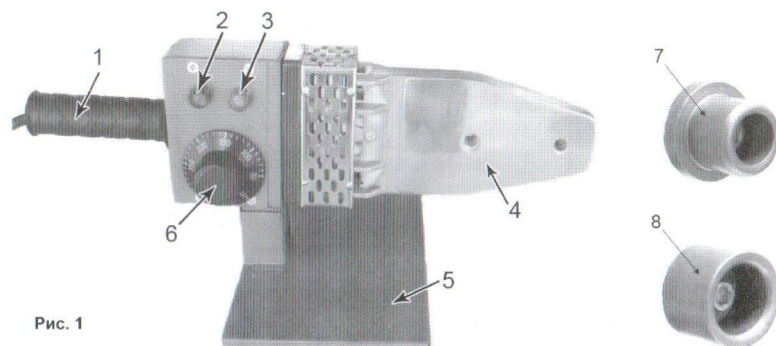

Рис. 1
- Корпус устанавливается на опорную подставку (5) (См. Рис.1), во время нагревания и охлаждения. На корпусе расположен блок управления: два индикатора (2,3) и терморегулятор (6).
- Прорезиненная ручка (1) служит для переноски аппарата. Подключение к электросети осуществляется с помощью шнура питания с сетевой вилкой.
- Нагревательная поверхность (4) (См. Рис.1) имеет ряд отверстий, для установки сварочных насадок – дорна (7) и гильзы (8).
- После установки дорна и гильзы, установите аппарат на подставку (6) (См. Рис.1), и подключите сетевой шнур к сети питания напряжением ~220 В.
- Включите аппарат, повернув переключатель (6) (См. Рис.1) из положения «Выкл» в сторону увеличения температуры нагрева.
- Установите на терморегуляторе (6) нужную температуру. Как правило, для большинства типов пластиковых труб, температура сварки колеблется в пределах 240 - 260°C.
- Красный свет индикатора (2) означает, что сварочный аппарат включен в сеть и происходит нагрев. Зеленый свет индикатора (3) (См. Рис. 1) означает, что сварочный аппарат готов к работе, т.е. нагревательный элемент достиг рабочей температуры